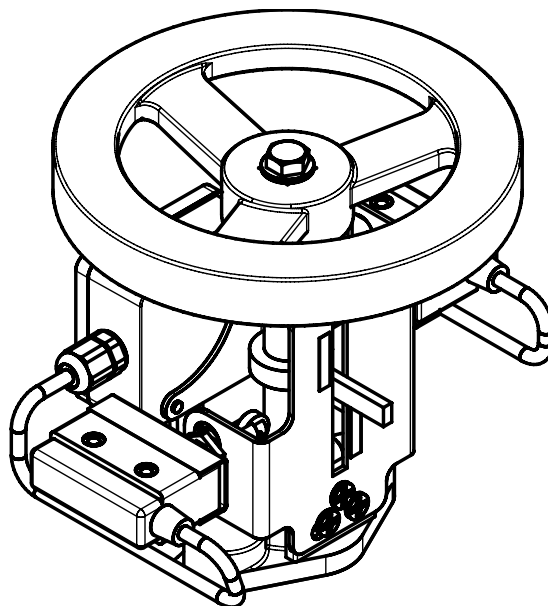

Рисунок 1 – Состояние задвижки «Открыто»
4.2 При нахождении кронштейна 6 в промежуточном положении (между положениями «Закрыто» – «Открыто») оба датчика УКПЗА 5 находятся в выключенном состоянии. При нахождении кронштейна в крайних положениях («Закрыто» или «Открыто») он располагается возле одного из датчиков (рисунок 1). Как только кронштейн подходит к датчику, формируется сигнал о положении задвижки «Закрыто» или «Открыто».